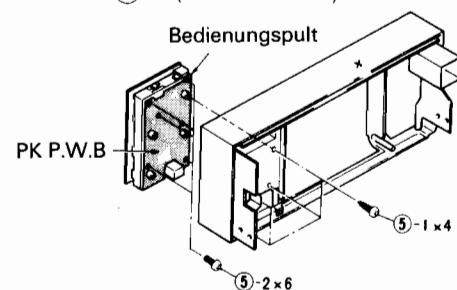

Abb. 14
**(5) PK P.W.B.**
Nach dem im Abschnitt 5 beschriebenen Ausbau des Bedienungspults die Schraube ⑤-2 (5 Schrauben) entfernen. (Siehe Abb. 14.)
**(6) PI P.W.B.**